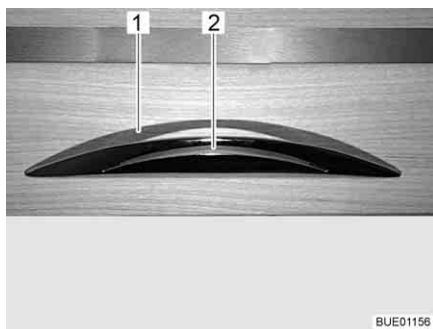

Fig. 49 Abattant de placard avec poignée de déverrouillage
- Enfoncer la poignée de déverrouillage (Fig. 49,2) et la maintenir enfoncée.
- Tirer sur la poignée de déverrouillage (Fig. 49,1) jusqu'à ce que l'abattant de placard s'ouvre.